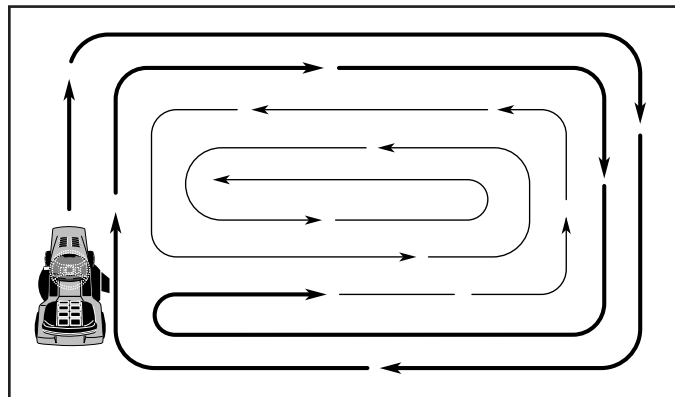

Fig. 25
- Al segar las área grandes, empiece girando a la derecha de modo que los recortes se descarguen, alejándose de los arbustos, cercos, entradas de automóviles, etc. Después de una o dos vueltas, siegue en la dirección opuesta, haciendo virajes a la izquierda, hasta que termine (Vea Fig 25).